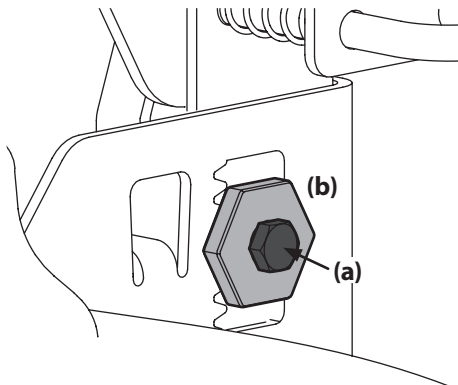

Figura 4-8
3. Afloje, pero NO extraiga, el perno de cabeza hexagonal (a) ubicado en el gancho trasero izquierdo de la plataforma. Consulte la Figura 4-8.
4. Con una llave, levante o baje el lado izquierdo de la plataforma girando el engranaje de ajuste (b). Consulte Figura 4-8.